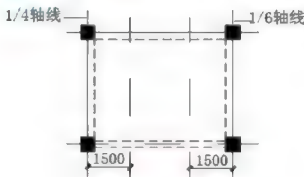

图 5.51 偏移生成梁的轴线
(1) 用【偏移】命令将①轴向左偏移 1500mm, ②轴向右偏移 1500mm, 结果如图 5.51 所示。
(2) 用【对象特性管理器】将图 5.51 中的轴线的【线型比例】修改为“0.5”。